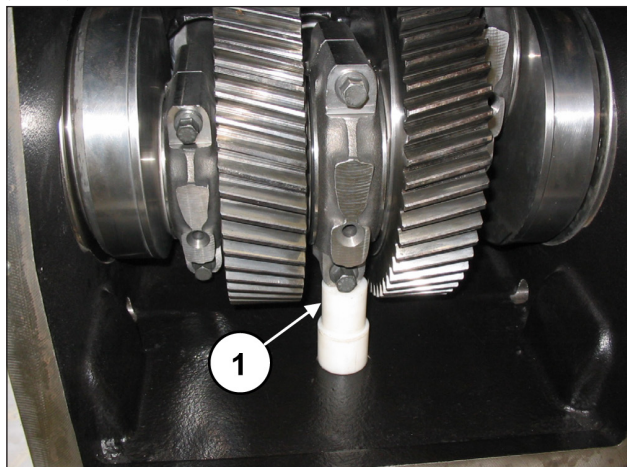

图 84
将一个垫块插入中央连杆柄下，以阻止曲轴的旋转(位置①，图 84)。